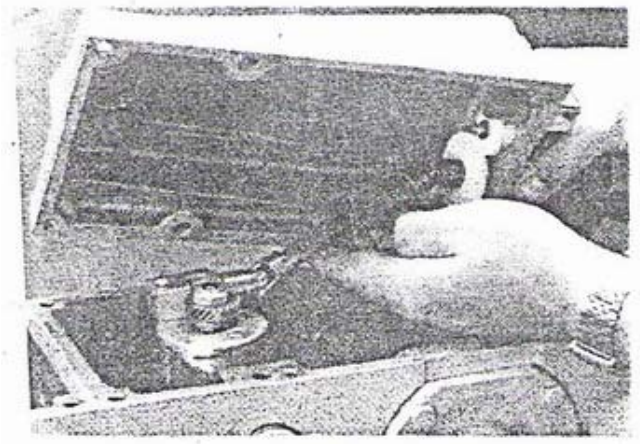

图 57
手动控制泵上的手轮与振荡座方向连接。并连接一个可伸缩滑动接头（图 57）。当盖打开时，联接的两半的关系必须保持，否则会影响泵的校准。
2. 确保手轮指示器计数为 0。移开盖子，露出矩形管。然后扶住管子，小心移动盖子，使与轴啮合（图 57）。轴和管必须按其取下时的方位重新安装。